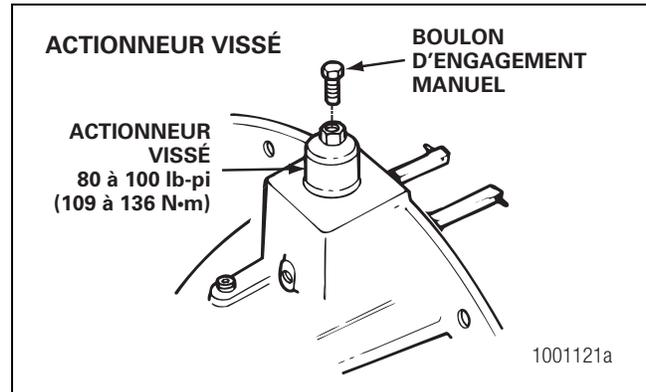

Figure 6.18
7. Visser le cylindre sur le carter. Serrer le cylindre au couple de 80 à 100 lb-pi (109 à 136 N•m). Figure 6.18.